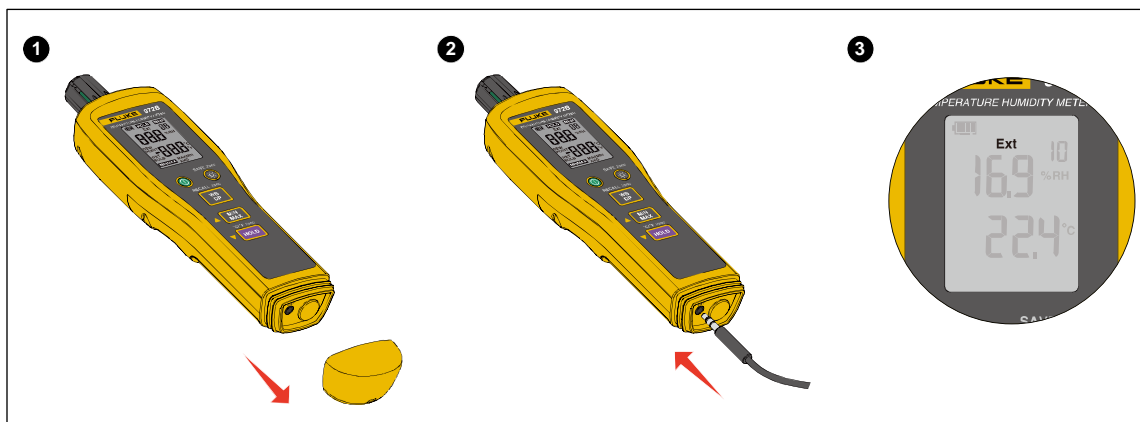

图 9. 连接外置传感器
4. 检查确认检测仪屏幕上出现外置传感器标识 **Ext**。见 图 9 中的 **3**。